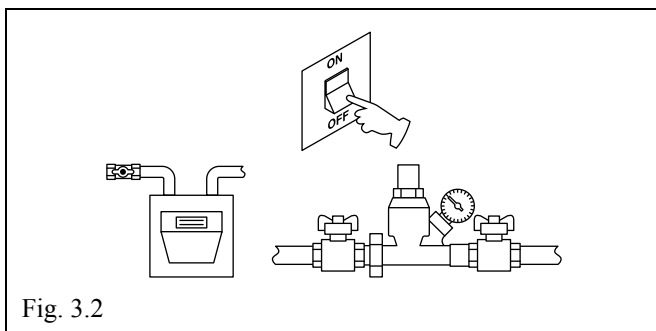

Fig. 3.2
- chiudere i rubinetti del combustibile e dell'acqua dell'impianto termico e sanitario (FIG. 3.2).